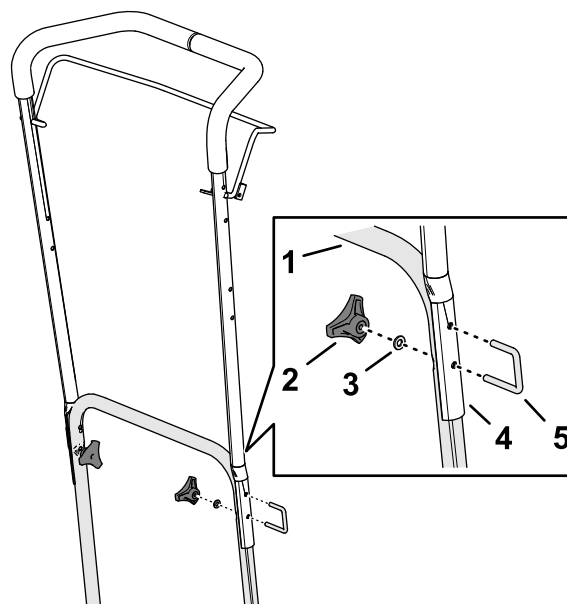

Figura 8
1. Alinai orificiile din bara de ghidare superioară cu orificiile din bara de ghidare inferioară (Figura 8).